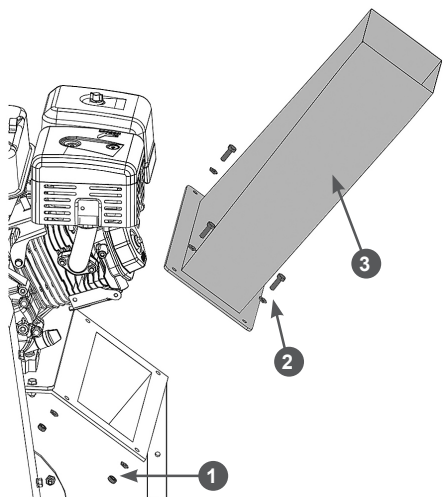

Рис. 12 Установка нижней части жёлоба выброса
11. Установите на фланец корпуса измельчителя нижнюю часть жёлоба выброса и закрепите её с помощью болтов M8x20, шайб и гаек (Рис. 12).